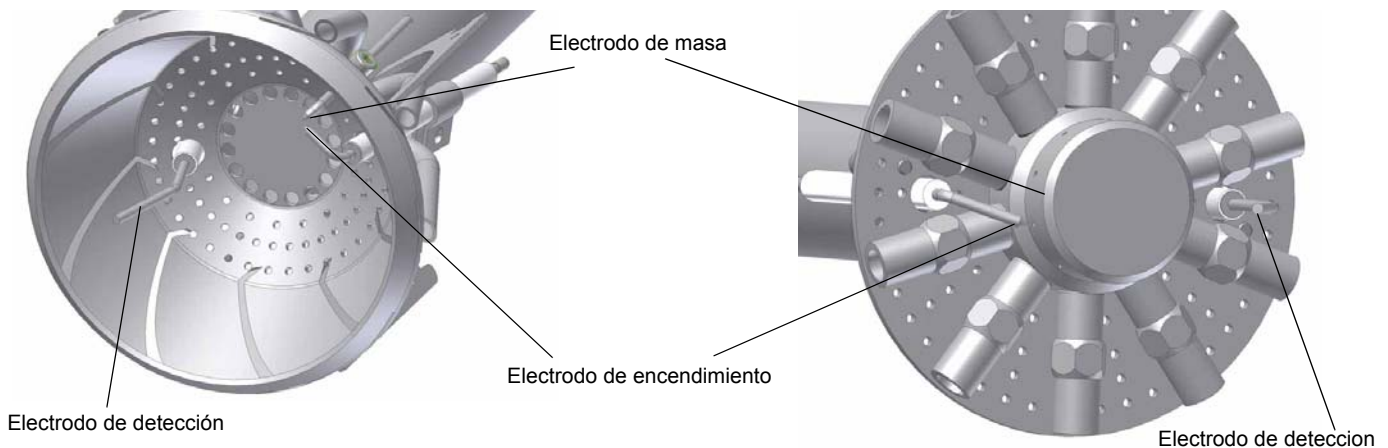

Fig. 52
- Limpie y controle los electrodos de encendido y detección (véase Fig. 52). Controle la señal de detección, siga el esquema de la Fig. 52.
Controlar que la distancia entre el electrodo de encendido y la tierra sea de **4±5 mm**. (ver Fig. 52).